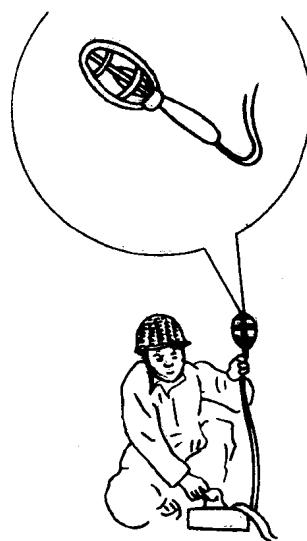

图 1-4 在电气危险场所照明时
(4) 在电气危险场所照明时必须用低压安全手灯，如图 1-4 所示。